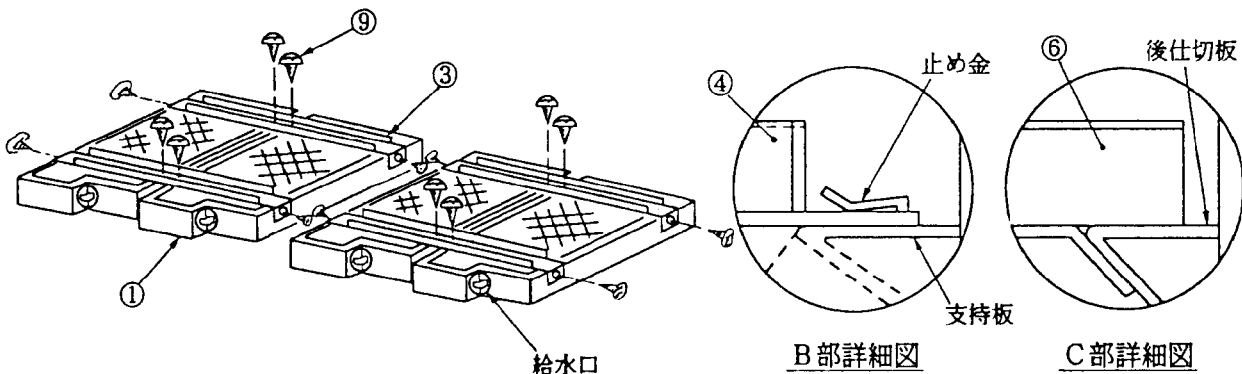

図 1
■加湿エレメント①をユニットに組込む前に、接続板③により各2個づつ図1の様に継ぎ合わせてください。